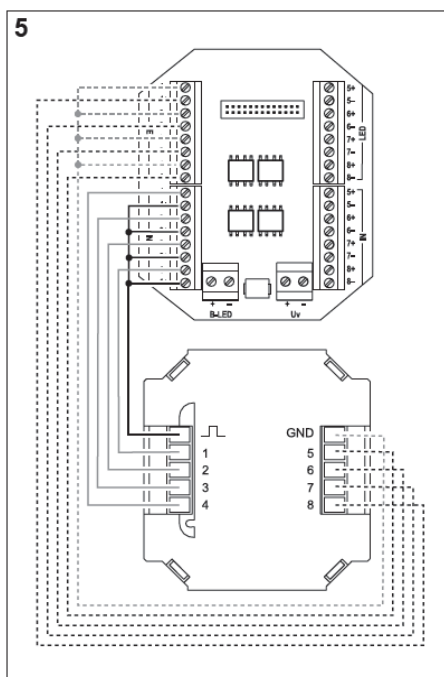

Figura 5
- Cablear las entradas **1** a **4** con los bornes **1–** a **4–** respectivamente del bloque de bornes **IN** en el adaptador (figura 5) y apretar los bornes.